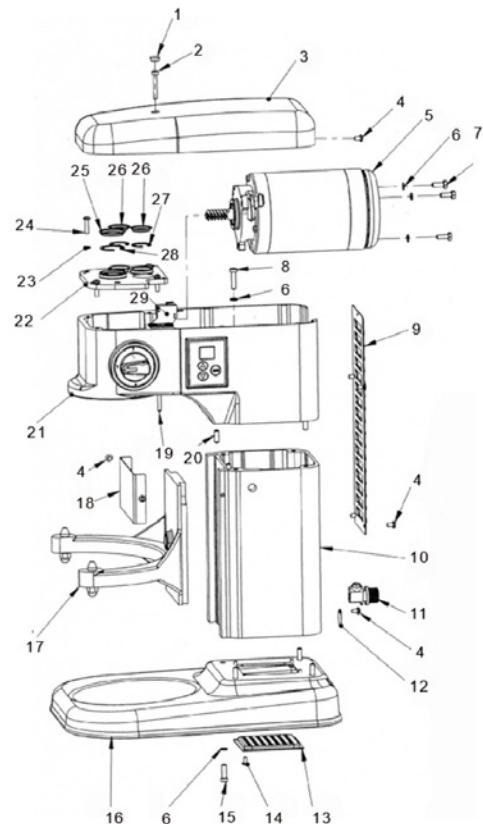

Рис. 1 Основной корпус устройства
- Основной корпус устройства [Рис. 1];
Список деталей устройства, указанных на Рис. 1